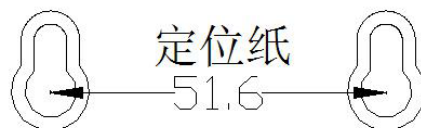

图 3 固定贴纸
1、安装前先把定位贴纸(附件有提供)如图 3 所示, 粘贴在产品所需固定的位置。